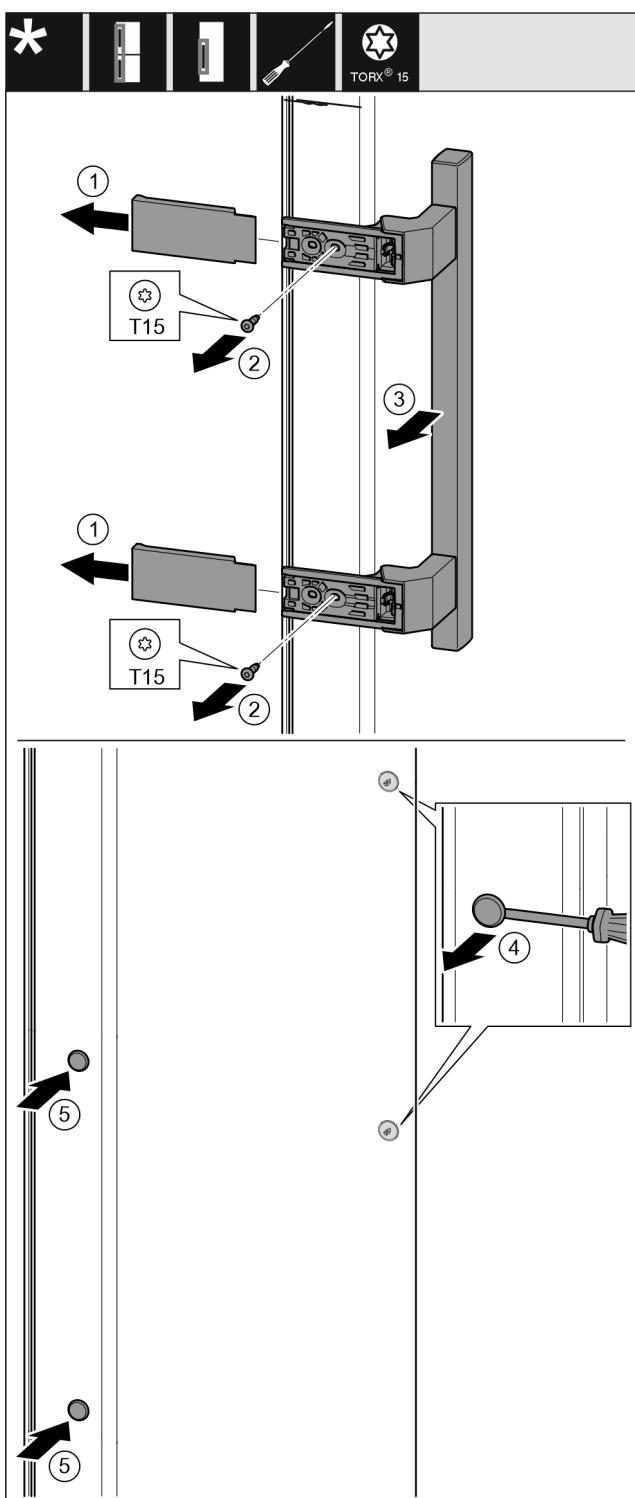

Fig. 18
- Hiqni kapakun mbulues. Fig. 18 (1)
- Lironi vidat me një kaçavidë Torx 15. Fig. 18 (2)
- Hiqni dorezën. Fig. 18 (3)
- Ngrini lart me kujdes tapat mbulese poshtë në pajisje me një kaçavidë me kokë petë. Fig. 18 (4)
- Vendosni sërish tapat në anën tjetër. Fig. 18 (5)